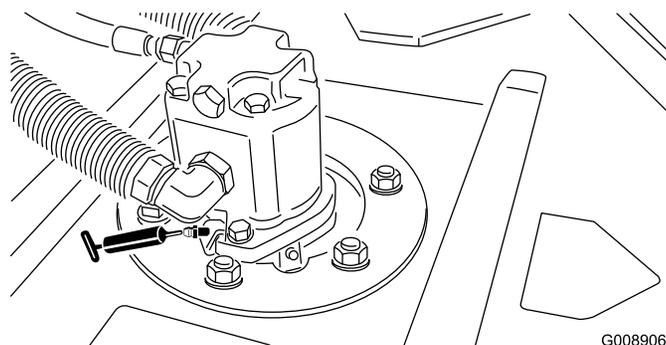

Figure 42
- Roulements d'axes de pivots de plateau de coupe (1 par plateau de coupe) (Figure 42)